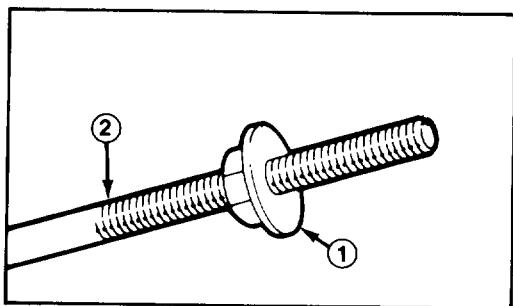

Figure 2
1. Enfilez un écrou à collet (la collet est en bas) sur la tige de traction (Fig 2).